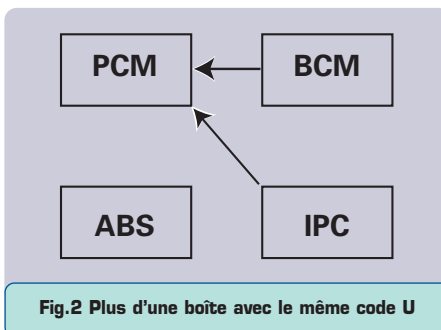

Fig.2 Plus d'une boîte avec le même code U
Oui, des DTC sont stockés et que la plupart ont des codes U. Reportez-vous au tableau 2 et à la figure 2.
C. Le même code U est stocké dans 2 contrôleurs ou plus. Voir la figure 2.